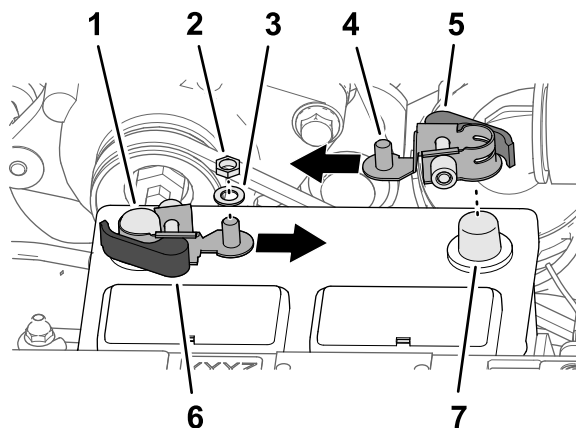

Figura 206
1. Retire las tuercas hexagonales y las arandelas de las abrazaderas de desconexión rápida con palancas roja y negra (Figura 206).
3. Monte la abrazadera de desconexión rápida en el borne negativo de la batería, con el espárrago roscado de la abrazadera orientado hacia el centro de la batería, según se muestra en Figura 206.